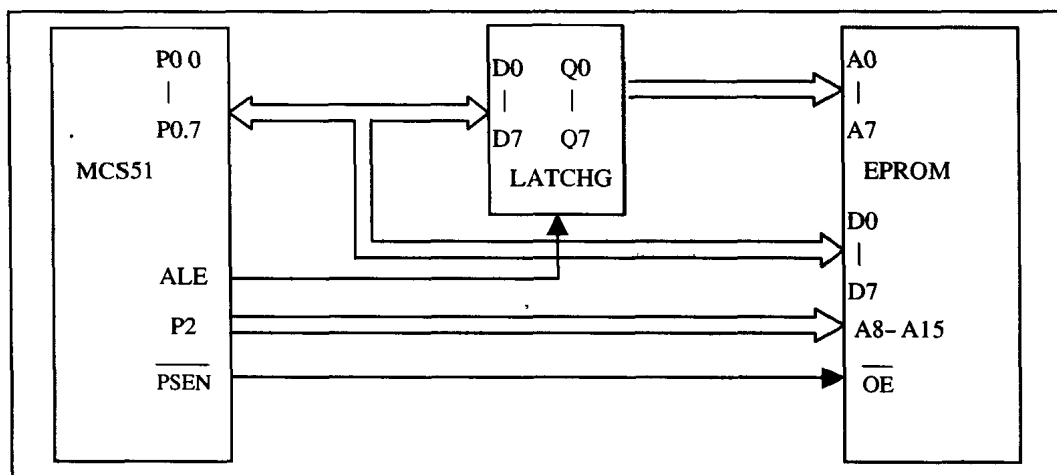

图 1-4 $\overline{\text{ALE}}$, $\overline{\text{PSEN}}$ 与外部 ROM 的连接图
- ◆ $\overline{\text{ALE/PROG}}$ (30): 地址门锁致能 (Address Latch Enable) 信号输出脚
- ◆ $\overline{\text{PSEN}}$ (29): 外部程序内存致能 (Program Store Enable)
- 如图 1-4 所示为 $\overline{\text{ALE}}$ 及 $\overline{\text{PSEN}}$ 引脚的使用说明。